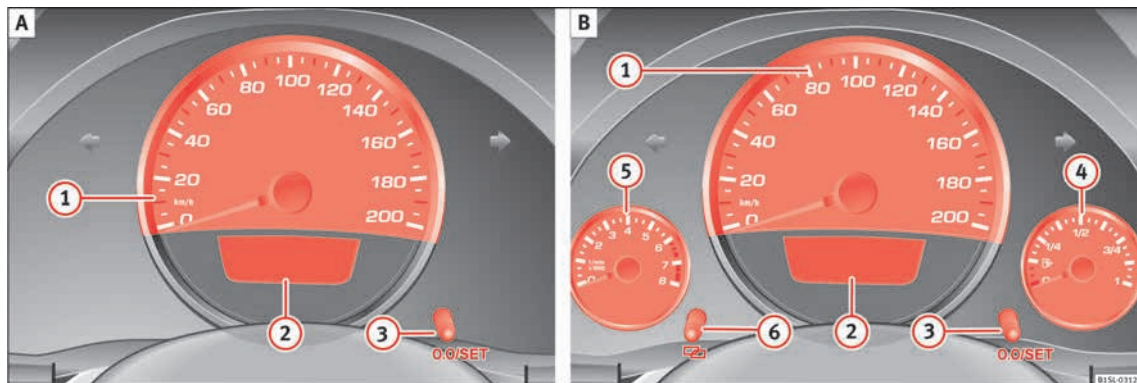

Fig. 95 Tableau de bord, dans la planche de bord : variante 1 (A) et variante 2 (B).
Explications concernant les cadrans » fig. 95 :
L'écran du tableau de bord » **fig. 95 2** affiche diverses informations en fonction de l'équipement du véhicule :
L'indicateur de maintenance s'affiche sur l'écran du tableau de bord » fig. 95 ②.